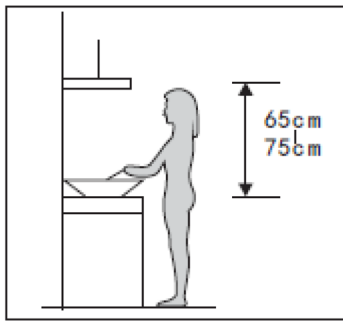

Figure 1
2. Pour une prestation optimale, la hotte doit être placée à une distance de 65 à 75 cm au-dessus de la plaque de cuisson. Voir Figure 1.